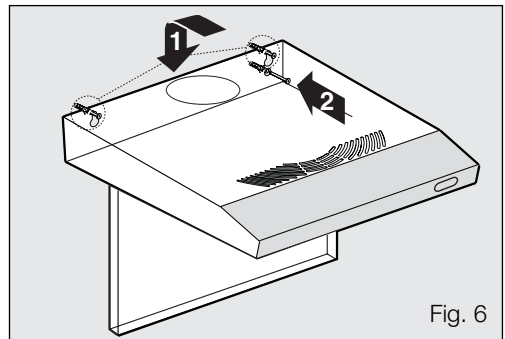

Fig. 6
- ❑ Pendurar o exaustor. Apertar o parafuso inferior com anilha de retenção, a partir do interior do exaustor, fig. 6.